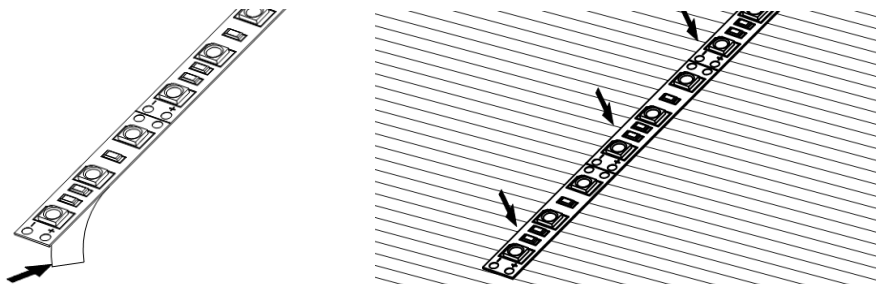

Рисунок 8.
- 5.12. Подготовьте необходимый отрезок ленты. Удалите защитную пленку с поверхности клейкой ленты. Приклейте ее на место установки. Проклейка ленты должна быть равномерной (см. Рисунок 8).